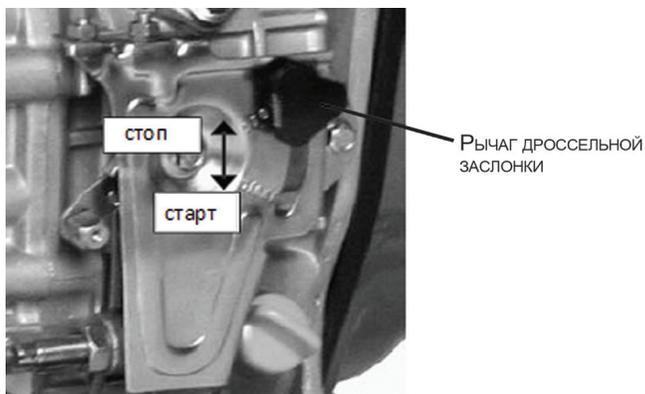

Рис. 11
2. Установить рычаг управления дроссельной заслонкой в положение «СТАРТ» (Рис. 11).